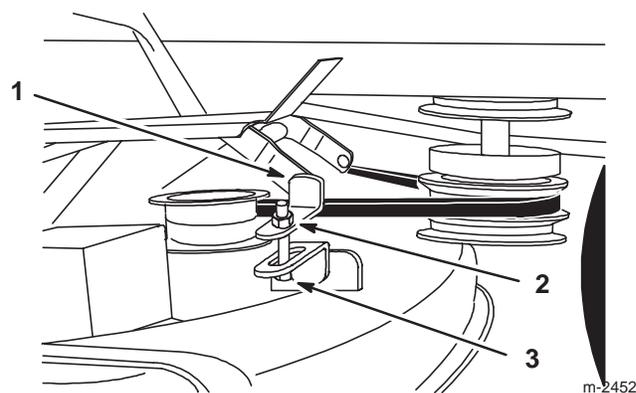

Figure 12
6. Pour régler l'inclinaison avant/arrière des lames, desserrez l'écrou de blocage sur les biellettes réglables avant. (Fig. 12).
7. Tournez le boulon sur les biellettes pour modifier l'inclinaison de la lame (Fig. 12).